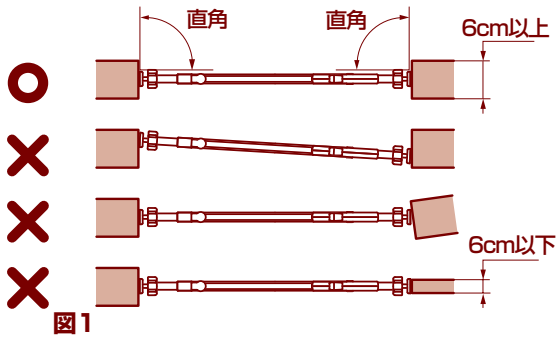
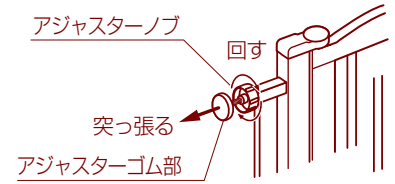

図1
図3
- 上から見て本品が壁面と直角で、上下のアジャスターが一直線状になるように設置して下さい。(図1)
- 1 ドアの開閉方向を決めて、本品を設置場所の壁面に直角になるようにしてから(図1参照) 上側アジャスター先端のゴムが、壁面に触れる程度にアジャスターノブを回して調節して下さい。(図3参照)